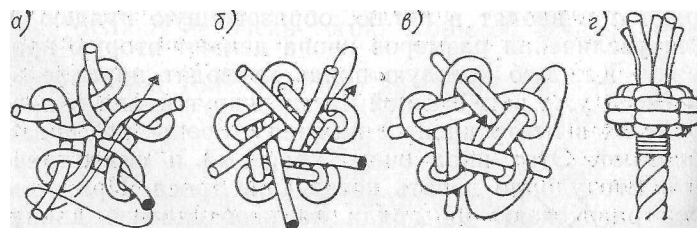

Рис. 79. Кноп «звезда».
**Кноп «звезда»** (рис. 79). Кноп может быть связан тремя — шестью прядями. Самый красивый кноп получается из пяти прядей. Если прядей недостаточно, можно добавить недостающие пряди и закрепить их маркой под кнопом или разделить пряди троса на нужное количество более тонких прядей. Необходим определенный навык, чтобы эти новые пряди получились круглой формы и одинаковой толщины, по-
Нижний ряд кнопа (рис. 79, а) выполняют следующим образом: на каждой пряди делают петлю и одновременно вводят конец пряди снизу вверх в ближайшую справа петлю. Затем каждую прядь сгибают, влево и накладывают ею шлаг на ближайшую прядь, выходящую из петли, так, чтобы концы всех прядей были направлены к центру кнопа и выходили из него (рис. 79, б). Затем каждую прядь проводят над ближайшей прядью и через следующую пару петель справа. Заключительная часть работы выполняется следующим образом (рис. 79, в): пряди проводят параллельно лежащей рядом пряди основания кнопа и ведут назад и через центр кнопа, где их коротко обрезают и, по желанию, скрепляют маркой. На рис. 79, г показан боковой вид кнопа.